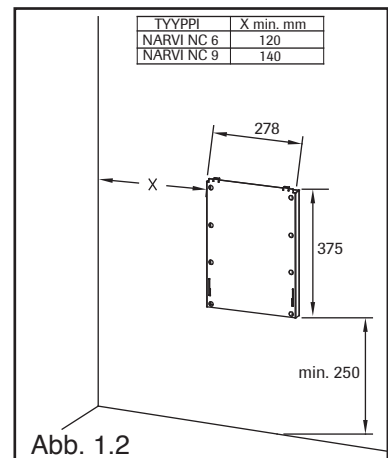

Abb. 1.2
- Befestigen Sie die Befestigungsplatte mit den beigefügten Schrauben entsprechend der Abb. 1.2 an der Wand.